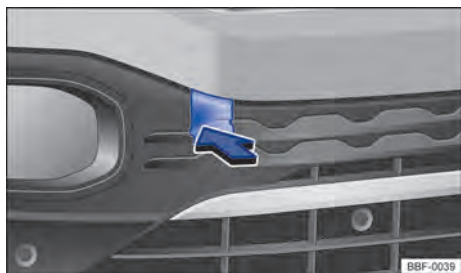

Fig. 200 No para-choque dianteiro à direita: soltar e remover a cobertura.
O alojamento para a argola de reboque rosqueável está localizado à direita do para-choque dianteiro, atrás de uma cobertura → Fig. 200.
- Pressionar na área inferior da cobertura → Fig. 200 ⓘ para soltar o travamento da cobertura.